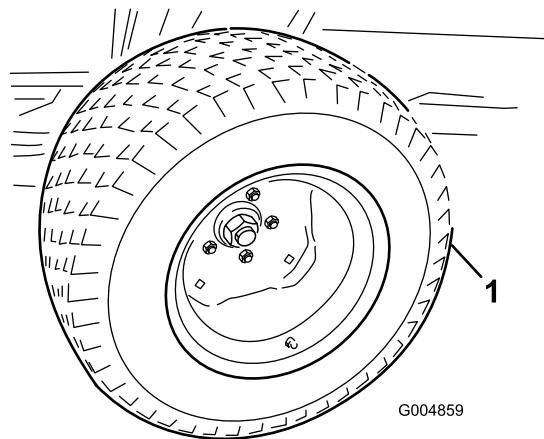

Рисунок 79
27. Установите летние ведущие колеса с помощью двух гаек на каждое колесо (Рисунок 79).